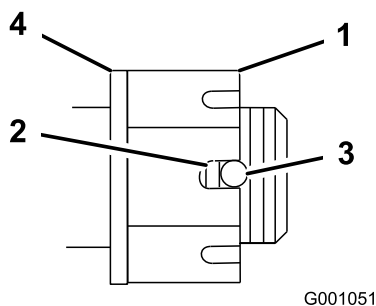

Figure 44
4. Serrez l'écrou crénelé à 170 Nm (125 lb-pi) (Figure 44).
5. Mesurez l'espace entre la base de la fente de l'écrou et le bord intérieur du trou. On ne doit pas voir plus de deux filets (Figure 44).
7. Serrez l'écrou crénelé à 170 Nm (125 lb-pi) (Figure 44).
8. Serrez l'écrou jusqu'à ce que la série de fentes suivante soit en face du trou de l'axe (Figure 44).